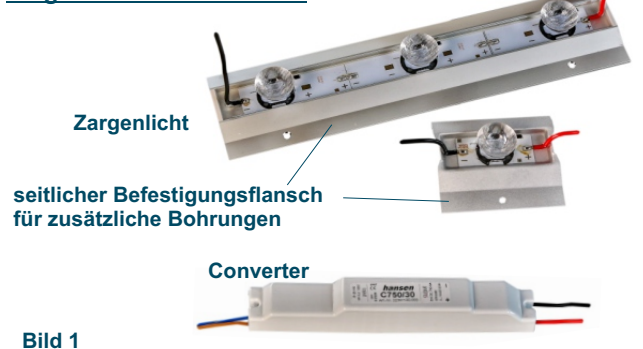

Bild 1
- Sind zusätzliche Befestigungsbohrungen erforderlich, so müssen diese im seitlichen Befestigungsflansch eingebracht werden (siehe Bild 1). Keinesfalls darf in die Vergussmasse gebohrt werden.